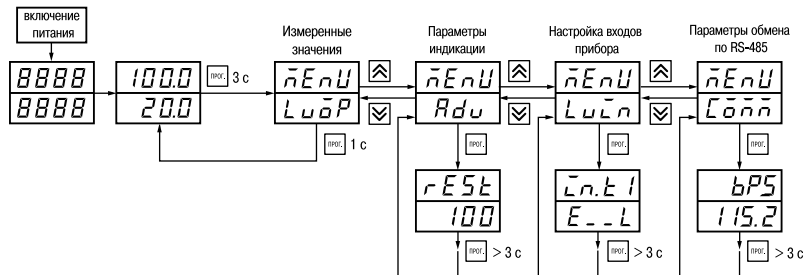

Рис. 10
7.1.2. Основные параметры прибора TPM200 объединены в 4 группы **LuoP**, **Rdu**, **LuLn** и **LoLn**, составляющие меню прибора (**рис. 10**). Полный список программируемых параметров приведен в *Прил. Б*.